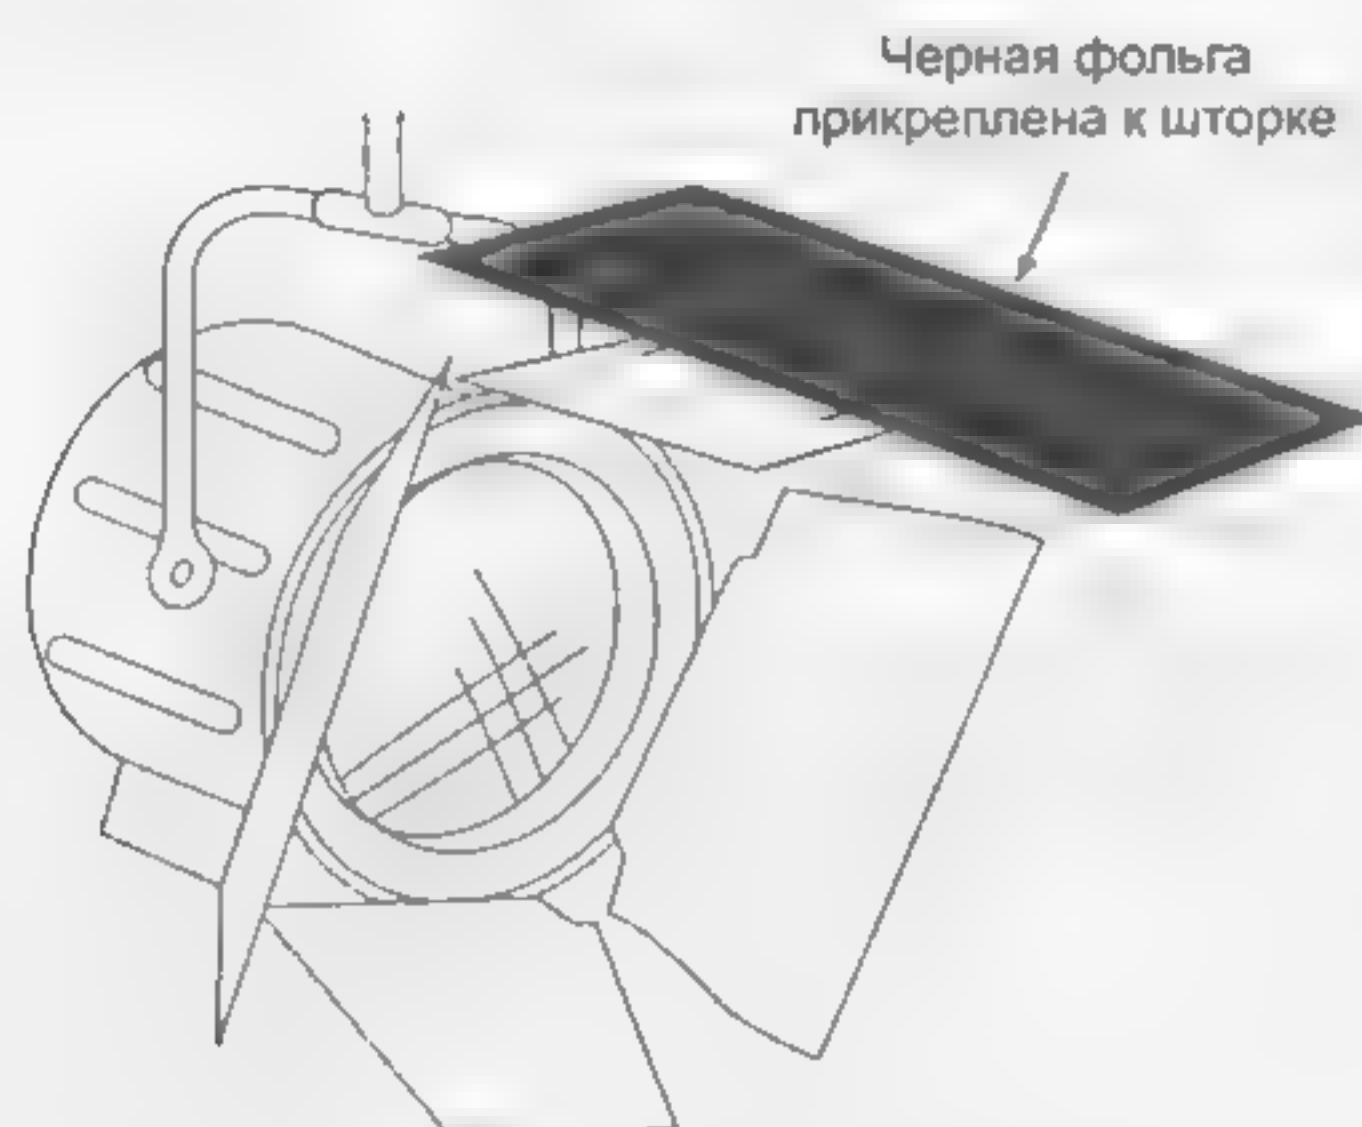

Рис. 9.10 Использование черной фольги
- черной обертки — матовой черной оловянной фольги, которая может быть прикреплена зажимами типа «крокодил» к верхней части шторки, соответствующая форма которой позволяет достичь необходимого результата (рис. 9.10).